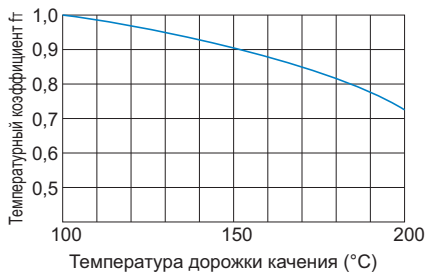

Рис.3 Температурный коэффициент ( $f_t$ )
- $f_t$  : температурный коэффициент (см. Рис.3 на **A5-6**)
Если температура окружающей среды, в которой эксплуатируется модель ST, превышает  $100^\circ\text{C}$ , то необходимо учитывать отрицательное влияние повышенной температуры и умножить значения номинальной нагрузки на температурный коэффициент, указанный на Рис.3.